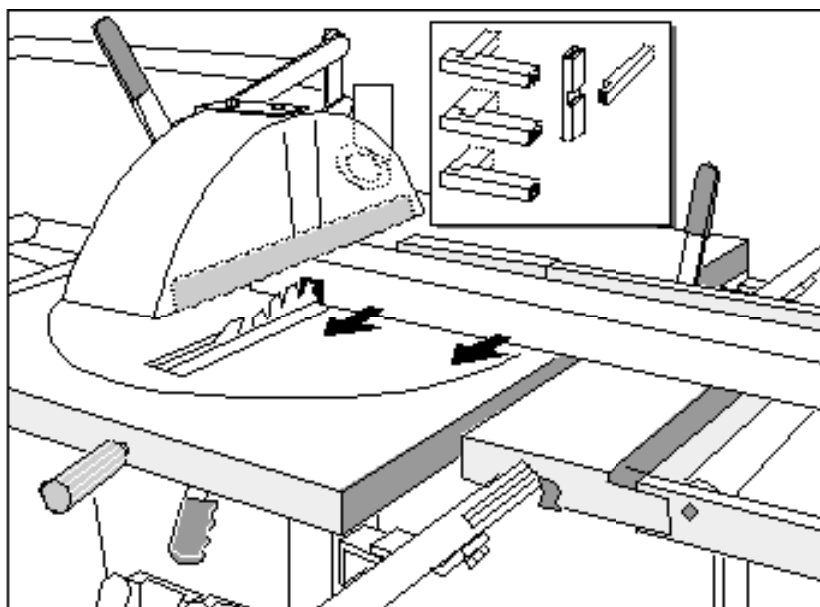

Fig. 11
- Upprepa förfarandet tills spåret har rätt bredd. Se *fig. 11*.